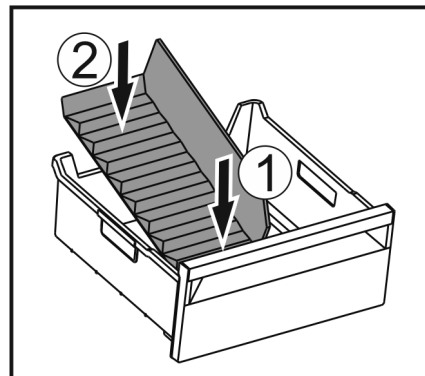

Fig. 100
- Installer la partie avant du séparateur de congélateur. Fig. 100 (1)
- Abaisser la partie arrière du séparateur de congélateur jusqu'au fond du tiroir. Fig. 100 (2)